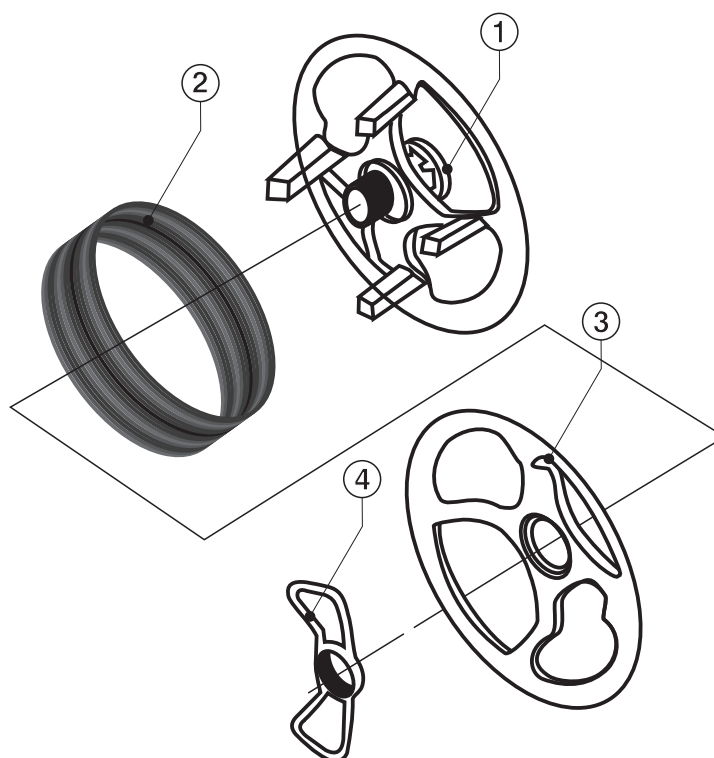

рис.3.7
Устройство загрузки сварочной проволоки представлено на рис.3.7.
Для загрузки используется специальная разборная катушка (см. рис.3.7), которая состоит из основания с раздвижными опорами п.1, накидной щекой п.3 и стяжной гайкой с ручками п.4.
- отвернуть стяжную гайку п.4 рис.3.7;
- снять накидную щеку катушки п.3 рис.3.7;